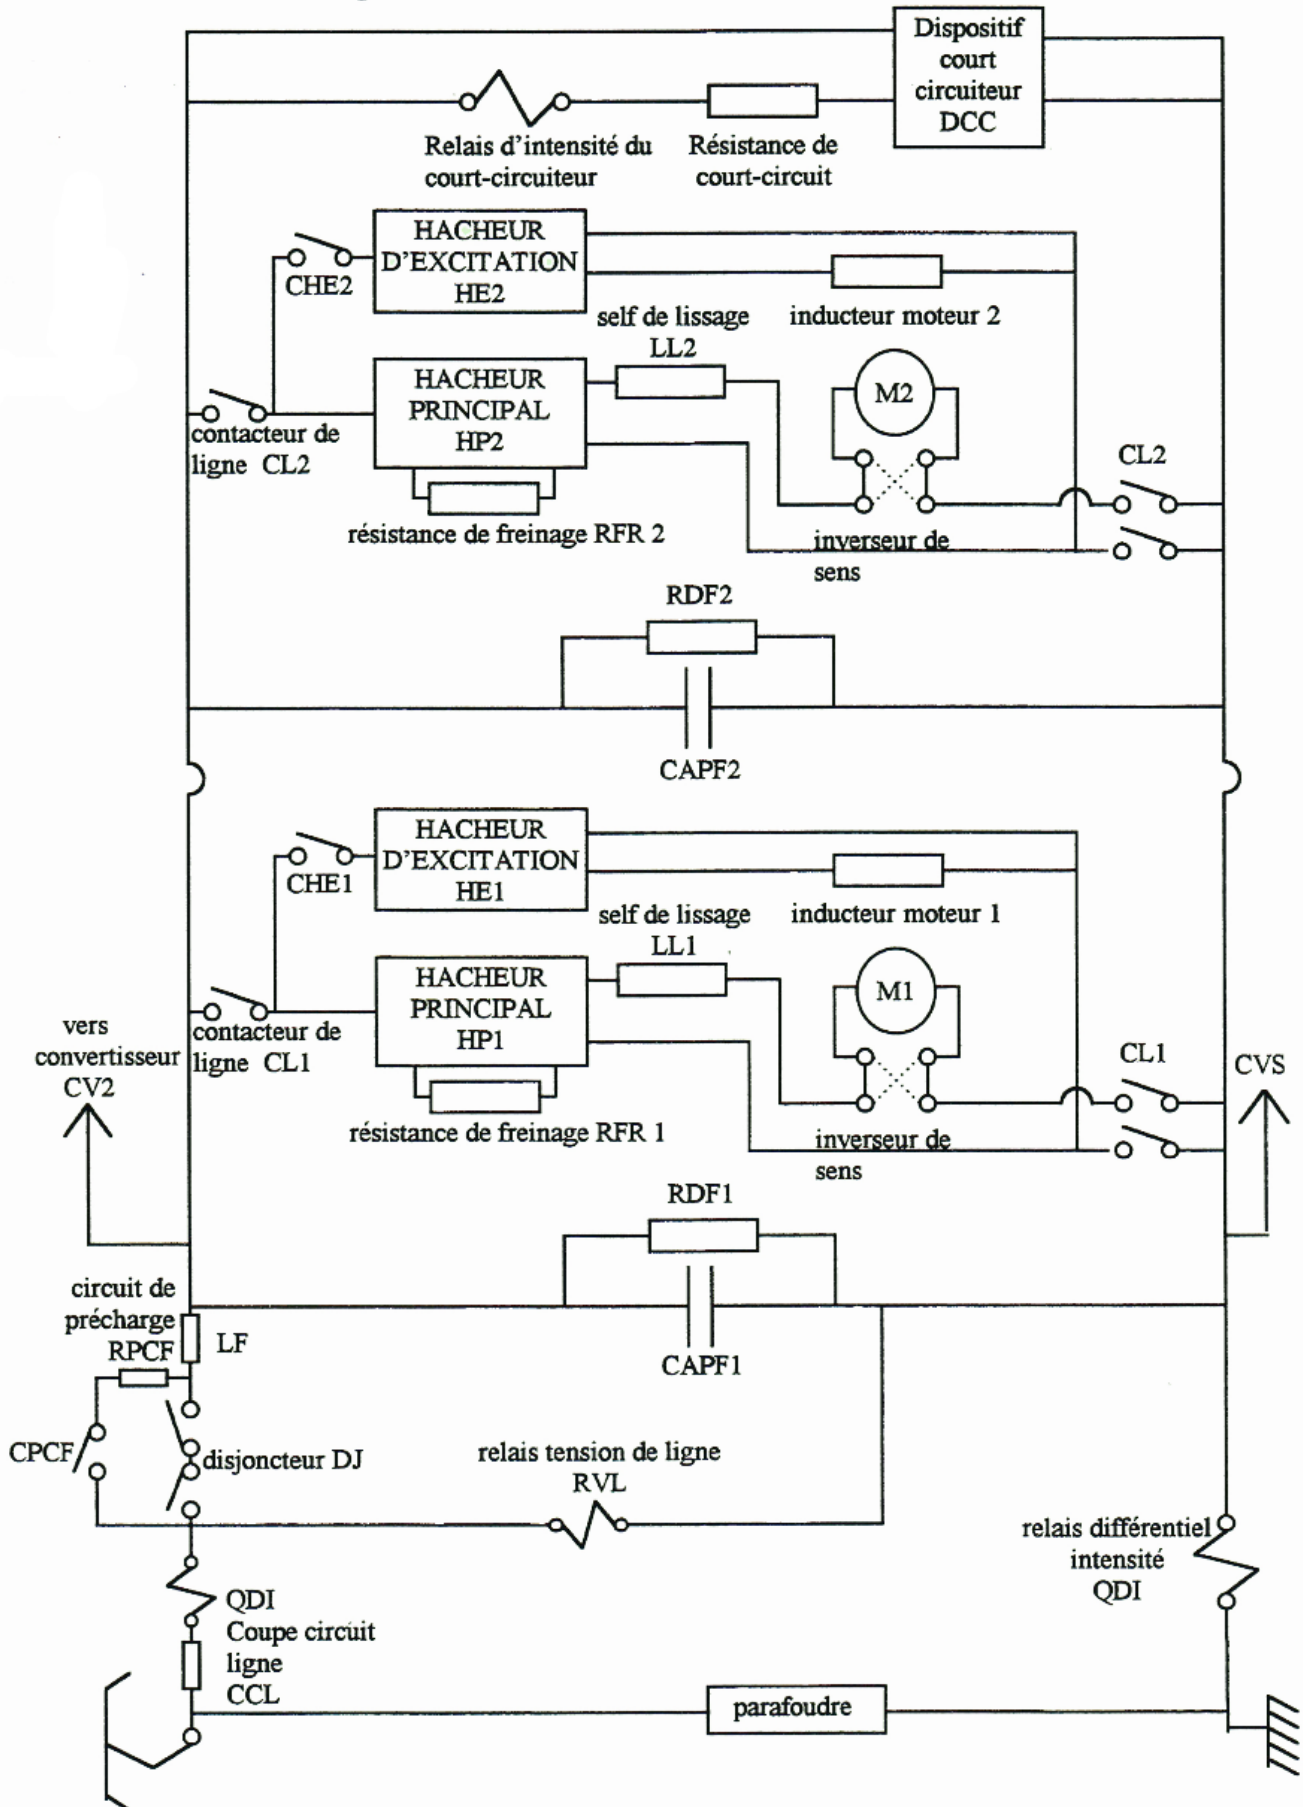

FIGURE 3: Schéma électrique simplifié
- 1 – En s'appuyant sur le schéma fig. 3, et le diagramme  $I_m = f(U_m)$  tracé au TD précédent, qualifiez le hacheur (réversibilité, quadrants, isolation, élévation, abaissement, ...)